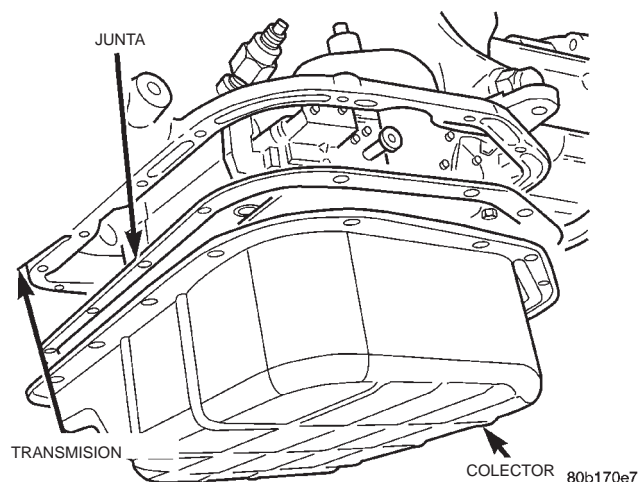
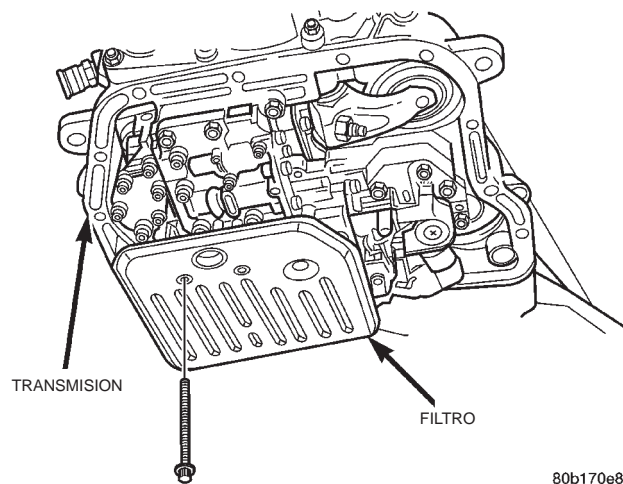

Fig. 14 Colector de la transmisión
Fig. 15 Filtro de la transmisión
(1) Eleve y apoye el vehículo sobre caballetes de seguridad.
(2) Coloque un recipiente de drenaje plano y de diámetro grande debajo del colector de la transmisión.
(3) Retire los pernos que fijan la parte delantera y los laterales del colector a la transmisión (Fig. 14).
(4) Afloje los pernos de fijación de la parte trasera del colector a la transmisión.
(5) Separe lentamente la parte delantera del colector de la transmisión para permitir que el líquido drene hacia el recipiente.
(6) Sostenga el colector y retire el perno restante que lo fija a la transmisión.
(7) Mantenga el colector nivelado al mismo tiempo que lo baja y separa de la transmisión.
(8) Vacíe el líquido remanente del colector en el recipiente de drenaje.
(9) Retire los tornillos que sujetan el filtro al cuerpo de válvulas (Fig. 15).
(10) Separe el filtro del cuerpo de válvulas y vacíe el líquido del filtro en el recipiente de drenaje.
(11) Elimine correctamente el líquido y el filtro de la transmisión usados.
(1) Coloque el filtro de recambio en su posición en el cuerpo de válvulas.
(2) Instale los tornillos que sujetan el filtro en el cuerpo de válvulas (Fig. 15). Apriete los tornillos con una torsión de 4 N·m (35 lbs. pulg.).
(3) Coloque la junta nueva en su posición en el colector e instale el colector en la transmisión.
(4) Emplace el colector en su posición en la transmisión.
(5) Instale los tornillos que fijan el colector a la transmisión (Fig. 14). Apriete los pernos con una torsión de 17 N·m (150 lbs. pulg.).
(6) Baje el vehículo y llene la transmisión con líquido Mopar® ATF Plus 3, tipo 7176.